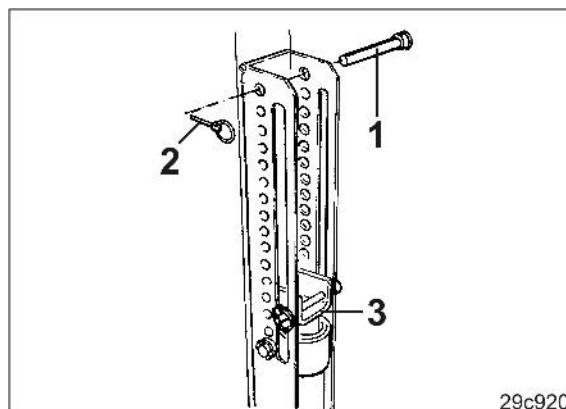

Fig. 166
3. Sæt bolten (Fig. 166/1) over anslaget (Fig. 166/3) i en af boringerne i rækken af huller, og sørg for at sikre den med en ringstift (Fig. 166/2).